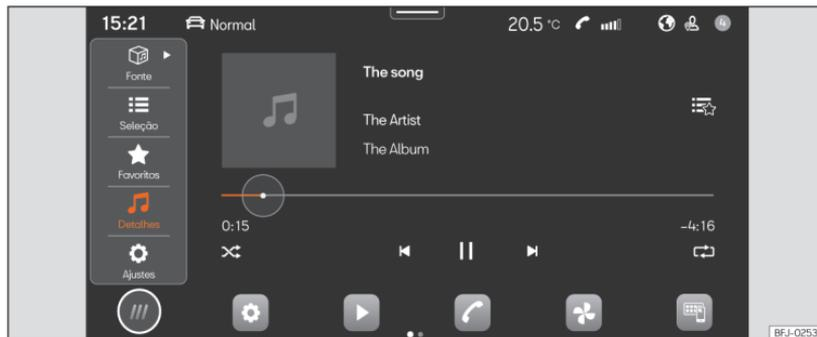

Fig. 138 Esquema: Vista Multimédia.
- Pressione **HOME** > ► >>> **Fig. 138**.